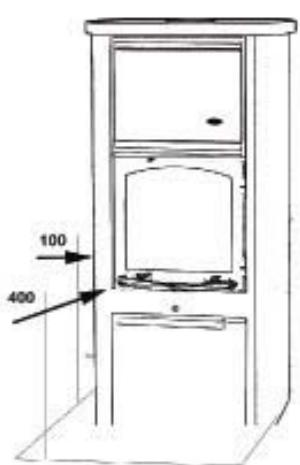

FIG 1
**Trascurare certi punti di questo documento puo' essere causa di un incendio !** La temperatura della facciata dell'apparecchio puo' raggiungere 140 °C, vicino alle finestre fino a 350 °C. Se il pavimento intorno all'apparecchio è infiammabile, va ricoperto (con una lastra di metallo per esempio). Questa lastra deve proteggere i lati del vostro apparecchio su 100 mm minimo e la facciata su 400 mm (fig. 1).